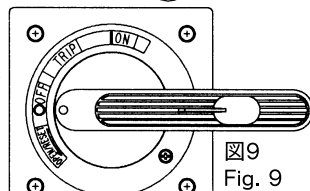

図9 Fig. 9
- ハンドルをほぼ水平の位置へ回転すると、FAB、ELBはOFFします。(図9)
- When the handle is almost turned to the horizontal position, either FAB or ELB is turned off. (Fig. 9)